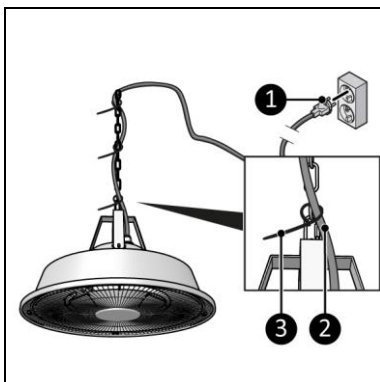

Figura 9
2. Poziționați cablul de alimentare (Figura 9, poz. 2) de-a lungul lanțului de ancorare folosind coliere de strângere (Figura 9, poz. 3).
3. Introduceți ștecărul (Figura 9, poz. 1) într-o priză ușor accesibilă, cu împământare. Utilizați o priză cu împământare cu o putere minimă de 1500 Watt.
1. Introduceți ștecărul (Figura 9, poz. 1) într-o priză ușor accesibilă, cu împământare. Utilizați o priză cu împământare cu o putere minimă de 1500 Watt.
1. Deconectați ștecherul de la priză (Figura 9, poz. 1).